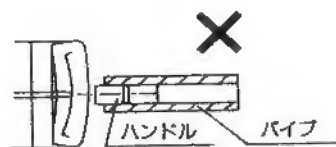

図3
- 本体二ギリ部にパイプ等をつないで使用しないで下さい。過荷重(オーバートルク)になり、正しい締付が出来ません。また折損事故を引き起こす可能性があります。(図3)